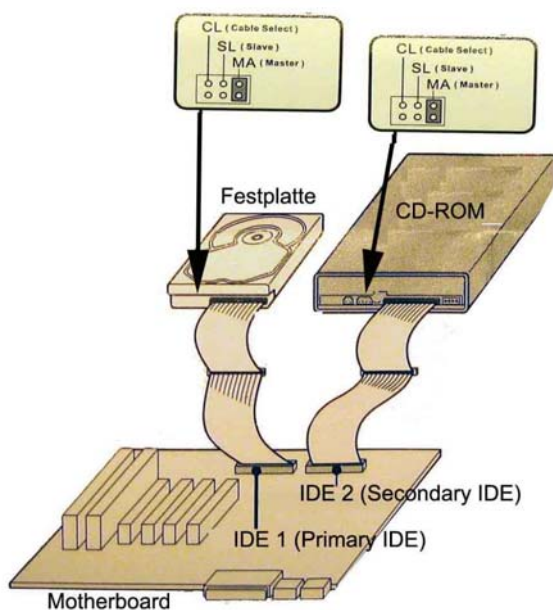

Abbildung 92: Verkabelung der Festplatte und des Laufwerkes [65]
4. **1 IDE-Kabel und 1 Laufwerk:** Wenn an einem IDE-Kabel ein Laufwerk angeschlossen wird, muss das Laufwerk auf Master konfiguriert werden, siehe Abbildung 92, (es würde auch ohne Konfiguration funktionieren, aber es könnte zu Fehlermeldungen kommen.) Mit den Jumpers muss die abgebildete Master- bzw. Slave-Einstellung nachgebaut werden, siehe Abbildung 93. Die Jumper können mit den Fingern oder mit einer Pinzette versetzt werden.